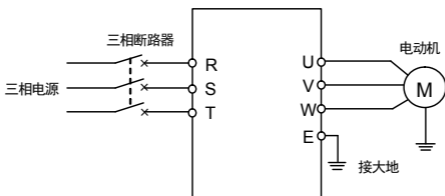

图 4-2 简单运行接线图
- ① 按图 4-2 接线；
- ② 确认接线无误后合上电源开关，接通电源，变频器先显示“P-oN”，稍后显示“0”；
- ③ 确认频率设定通道为数字设定方式（[F0.00] = 0）；
- ④ 根据变频器拖动电动机的额定铭牌数据，需对参数[F2.00]、[F2.01]进行设置；
- ⑤ 按  键启动变频器，变频器输出 0 频率，显示“0.0”；
- ⑥ 按  键的 UP 功能，增大设定频率，变频器的输出频率增加，电机转速加快；
- ⑦ 观察电机的运行是否正常，若有异常立即停止运行，并断电，查清原因后再运行；
- ⑧ 按  键的 DOWN 功能减小设定频率；
- ⑨ 再按  键停止运行；并切断电源。